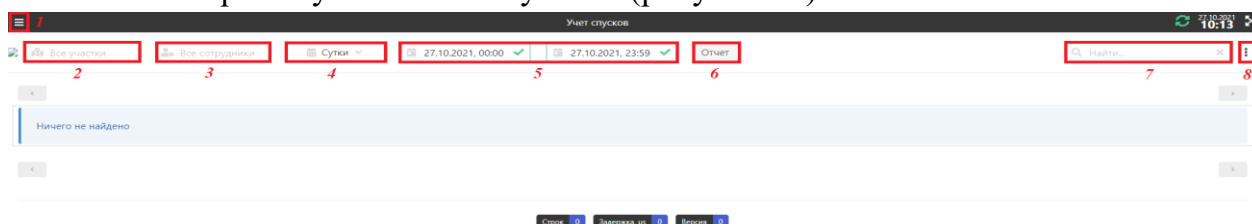

Рисунок 36 - Структура окна «Учет спусков»
2.14.3.1. Для просмотров отчетов по учету спусков нужно во вкладке «Отчеты» выбрать пункт «Учет спусков» (рисунок 36).